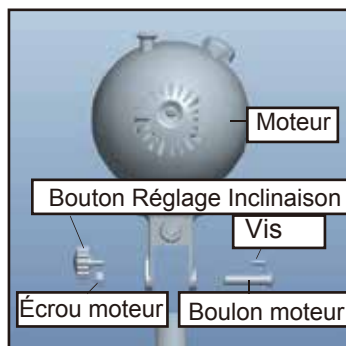

Figure 6.
1. Retirez d'abord le **Bouton de réglage de l'inclinaison**. Puis retirez l'**Écrou du moteur** et le **Boulon du moteur**. Desserrez la **Vis** au-dessus du **Boulon du moteur**. **Figure 6**.